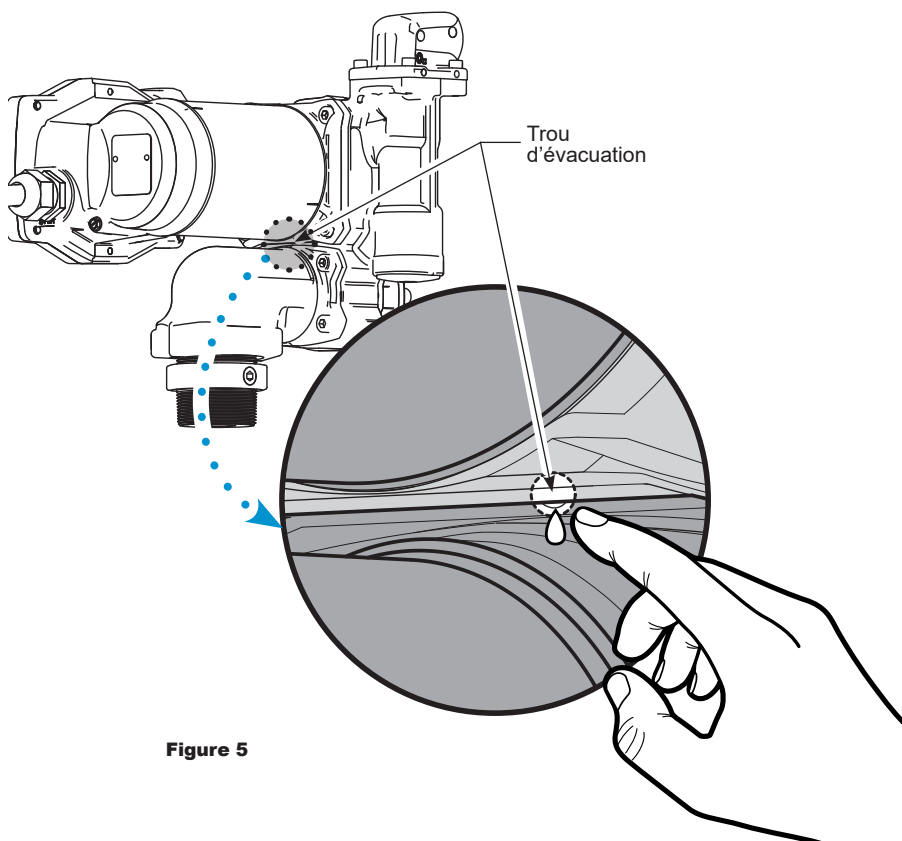

Figure 5
1. Trouvez le petit trou d'évacuation sous le boîtier du moteur, situé à l'arrière du boîtier de la pompe et vérifiez s'il y a une fuite de la bague d'étanchéité d'arbre du moteur (voir figure 5).